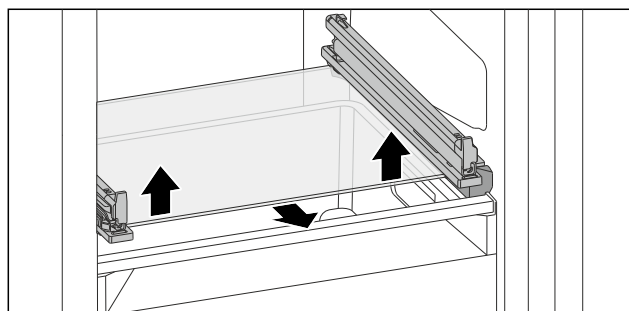

Fig. 177 Ripiano in vetro del cassetto ribaltabile
- ▶ Premere il ripiano in vetro dal basso verso l'alto su entrambi i lati. (vedere Fig. 177)